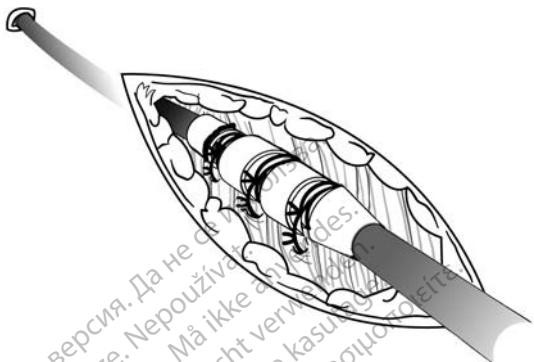

Figura 8. Ejemplo de manguito de sutura, técnica de implantación percutánea
1. Pele la vaina introductora y deslice el manguito de sutura profundamente en el tejido (Figura 8 Ejemplo de manguito de sutura, técnica de implantación percutánea en la página 22).